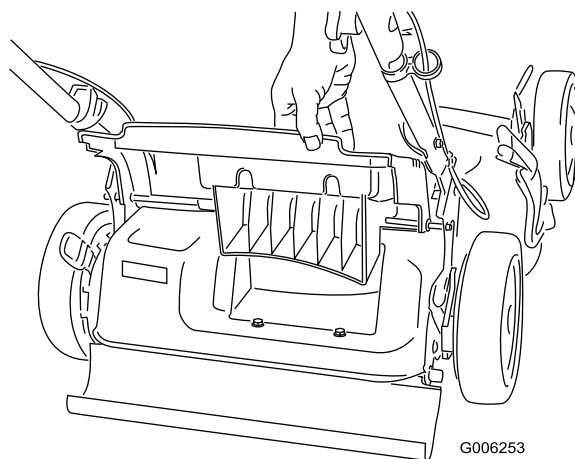

Figure 21
1. Soulevez le volet arrière et gardez-le dans cette position (Figure 21).